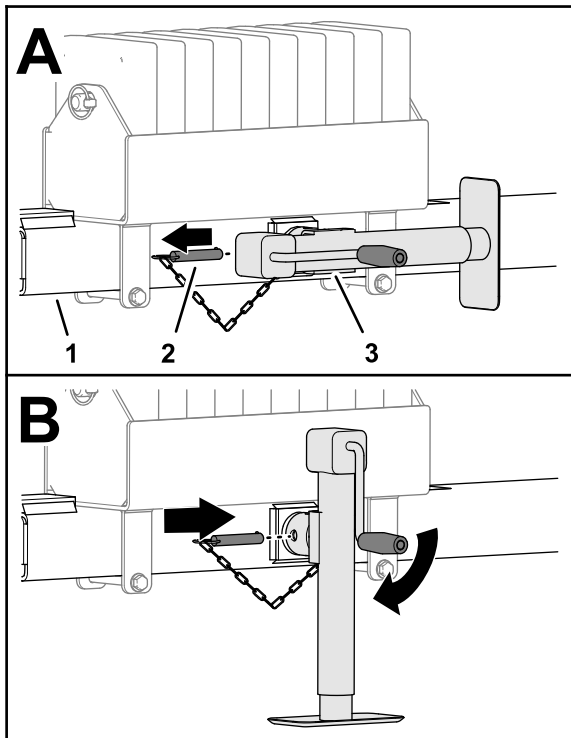

Figura 27
1. Rimuovete il perno che fissa il cavalletto al tubo dell'attacco di traino e rimuovete il cavalletto; fate riferimento alla Figura 27 in Supporto della parte anteriore della macchina con il cavalletto (pagina 29).
4. Rimuovete il perno che fissa il cavalletto al tubo dell'attacco di traino (Figura 27).
5. Ruotate il cavalletto in verticale (Figura 27).
6. Inserite il perno attraverso i fori orizzontali nel cavalletto e nel tubo dell'attacco di traino (Figura 27).